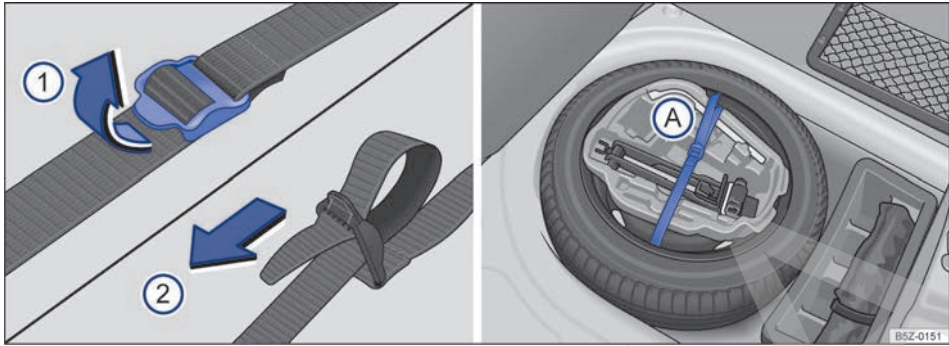

Fig. 158 En el maletero: cinta de fijación de la caja de herramientas y caja de herramientas de a bordo.
- Para soltar la cinta de fijación ⇒ fig. 158 A, tirar de la hebilla en el sentido de la flecha 1.